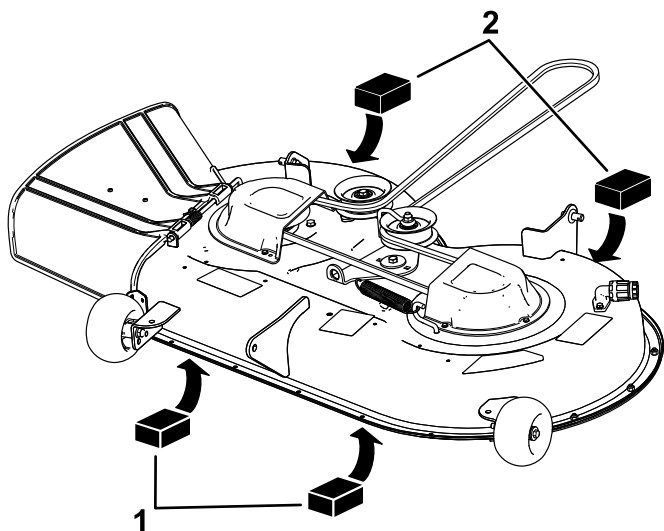

Figura 63
4. Coloque dos bloques de 6.6 cm (2 5/8") de grosor debajo de cada lado del borde delantero de la carcasa, pero no debajo de los soportes de los rodillos protectores del césped (Figura 63).
5. Coloque dos bloques de 7.3 cm (2 7/8") de grosor debajo del borde trasero del faldón de la carcasa de corte, uno en cada lado de la carcasa de corte (Figura 63).